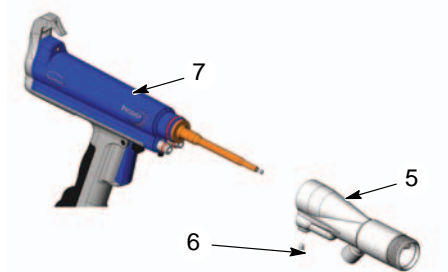

Figura 3 Extracción del adaptador
5. Ver la figura 3. Aflojar el tornillo de ajuste (6) en la parte inferior del adaptador.
6. Extraer el adaptador directamente del cuerpo de la pistola (7).
- Ver la figura 3. Instalar el adaptador (5) en el cuerpo de la pistola (7). Apretar el tornillo de ajuste (6).